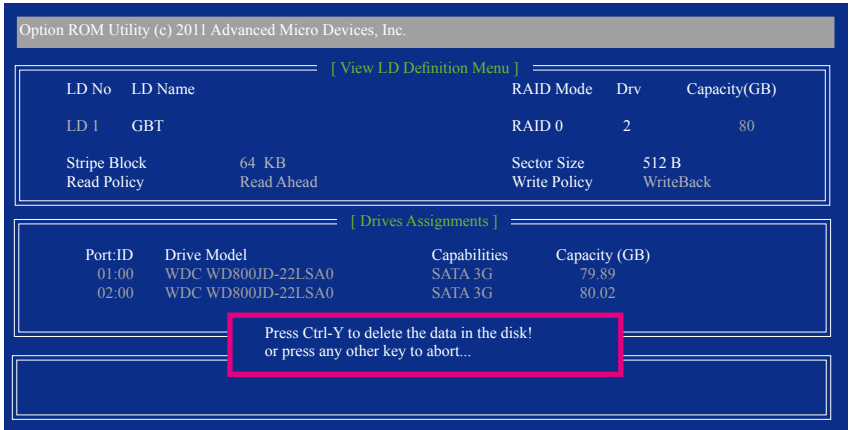

图10
- 2. 之后您将进入如图10的「View LD Definition Menu」窗口。在此窗口里您可以看到包含在此磁盘阵列的磁盘成员。若您确定要删除该磁盘，请按<Ctrl>+<Y>键或按任意键取消。